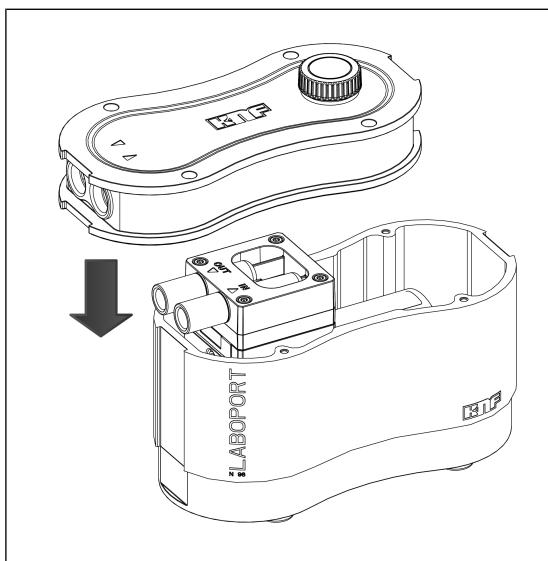

Fig.12: Mise en place du couvercle du carter
- Serrez les vis (4) en croix (couple de serrage : 190 à 200 Ncm).
- Remettez prudemment le couvercle du carter (Fig. 7/2) sur le carter de la pompe (3) (voir Fig. 12).